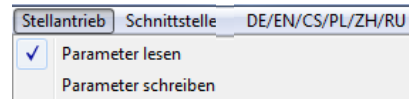

Abb. 1: Antriebsparameter auslesen
5. Antriebsparameter auslesen (siehe Abb. 1).